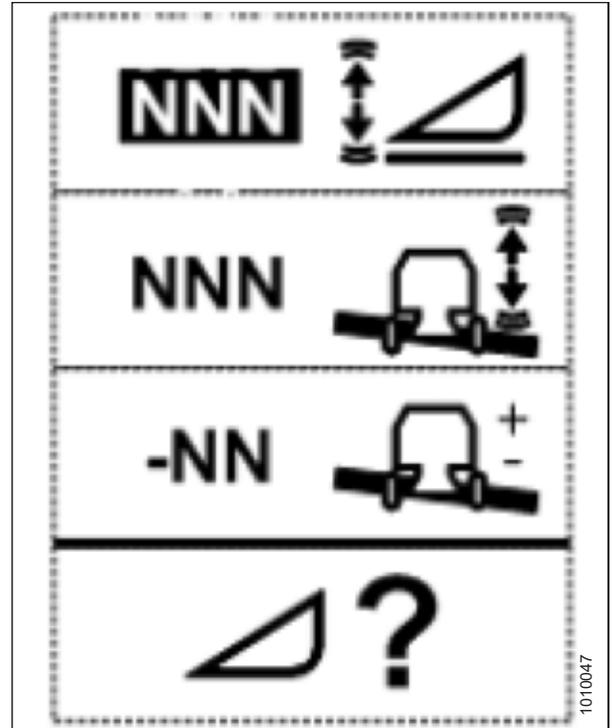

Abbildung 3.187: Bildschirm „Empfindlichkeit für Schneidwerkshöhe ändern“
1. Die Taste HEADER SETTINGS (Schneidwerkseinstellungen) (M) drücken. Die Seite HEADER SENSITIVITY CHANGE (Schneidwerksempfindlichkeit ändern) wird aufgerufen (siehe Abbildung 3.187, Seite 145).
2. Die Tasten NACH OBEN (E) bzw. NACH UNTEN (H) drücken, um das hervorgehobene Menüelement anzupassen. Wie empfindlich die automatische Schnitthöhenregulierung anspricht, ist mit Werten zwischen 0 (am wenigsten empfindlich) und 250 (am empfindlichsten) in 10er-Schritten einstellbar.